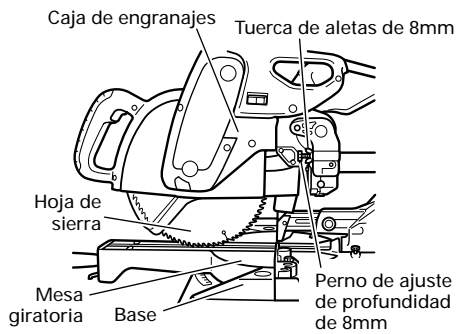

Fig. 9
Compruebe que la hoja de sierra se pueda bajar de 13/32" a 7/16" (10mm a 11mm) por debajo del inserto de la mesa, tal como se muestra en la Fig. 9.
**NOTA:** Cuando corte una pieza de trabajo cuya altura exceda de 3-11/32" (85mm) en el corte en ángulo recto, 2-3/16" (55mm) en el corte en ángulo a bisel izquierdo, o 1-3/16" (30mm) en el corte en ángulo a bisel derecho, ajuste la posición de límite inferior de manera que la base de la cabeza del motor (consulte la Fig. 9) no entre en contacto con la pieza de trabajo.